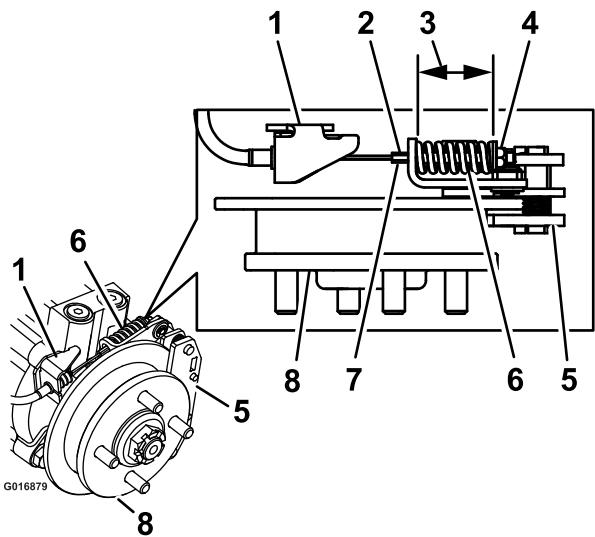

Figura 68
9. Trattenete l'estremità dell'asta filettata con un attrezzo e regolate il dado di bloccaggio in modo che la lunghezza della molla sia compresa tra 3,8 e 4,0 cm; fate riferimento a Figura 68. Non lasciate che il cavo giri mentre allentate i dadi.